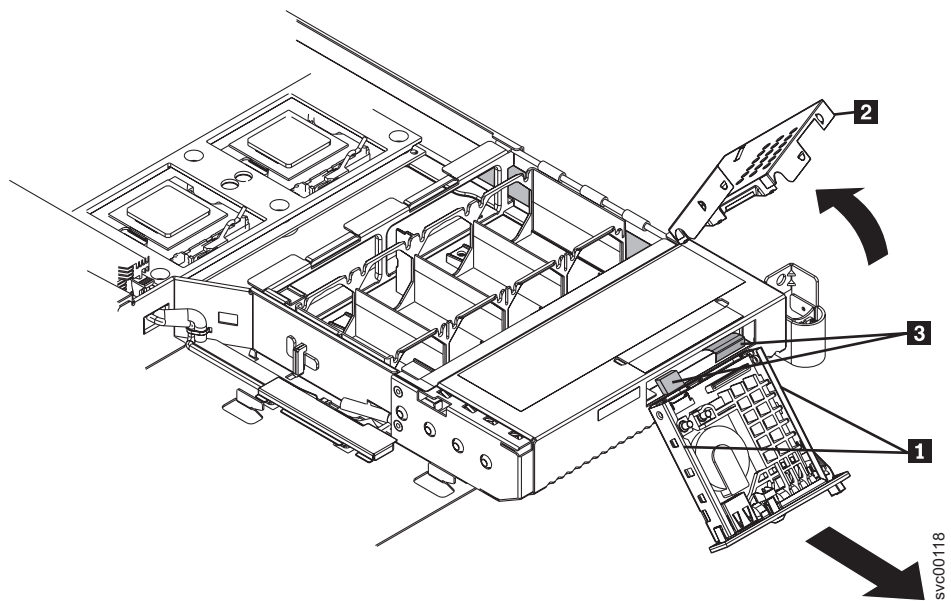

図 156. オペレーター・パネル表示装置が見える SAN ボリューム・コントローラー 2145-8F2
5. 小さなねじ回しを使用して、オペレーター・パネル表示装置アセンブリーの側面にある保持スプリング **1** を押し込みます。図 156 を参照してください。